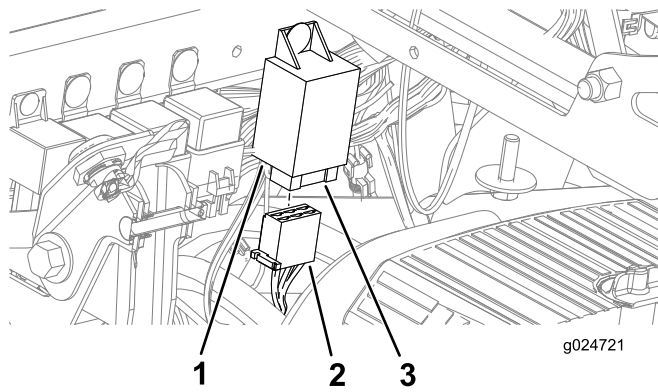

Figura 34
- 1. Enrute la pata del arnés que tiene un conector hembra de 6 vías al conector de 6 pines planos del módulo de intermitencia (Figura 34).